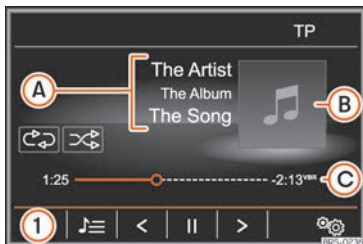

Abb. 204 Hauptmenü MEDIA.
- Drücken Sie die Infotainment-Taste **MEDIA**, um das Hauptmenü *Media* »» **Abb. 204** zu öffnen.